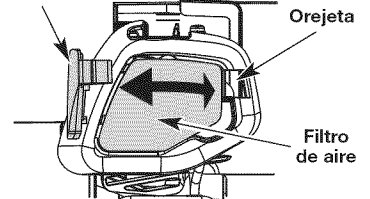

Fig. 24
1. Abra la cubierta del filtro de aire presionando hacia dentro la lengüeta de traba y sacando la cubierta del filtro (Fig. 24).
2. Retire el filtro de aire (Fig. 24).
6. Vuelva a colocar el filtro de aire en la placa de base (Fig. 24).
- Vuelva a instalar la tapa del filtro de aire. Coloque las dos pequeñas lengüetas de la cubierta del filtro de aire sobre las dos ranuras de la placa posterior y presione la cubierta hacia abajo, cerciorándose que la lengüeta y la ranura estén bien alineadas, hasta que encaje en su lugar (Fig. 24).